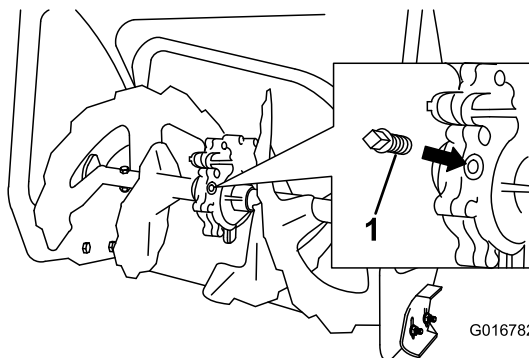

Figura 32
- Limpe a zona em redor do tampão do tubo (Figura 32).